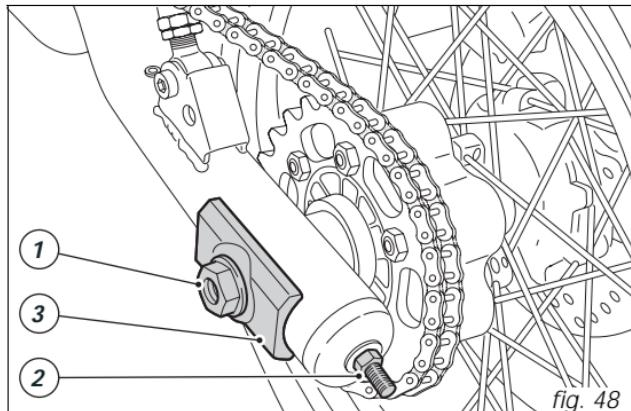

fig. 48
Per registrare la tensione allentare il dado (1, fig. 48) del perno ruota; avvitare della stessa entità, in senso orario, i dadi (2) su entrambi i lati del forcellone per aumentare la tensione o svitare per diminuirla. In quest'ultimo caso è necessario spingere in avanti la ruota.
Verificare la corrispondenza, su entrambi i lati del forcellone, delle tacche di posizionamento rispetto all'indice del cursore (3, fig. 48); in questo modo sarà garantito il perfetto allineamento della ruota.